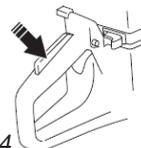

Рис. 14
- Нажмите на рычаг блокировки регулятора дросселя и убедитесь, что при отпуске он возвращается в первоначальное положение (рис. 14).